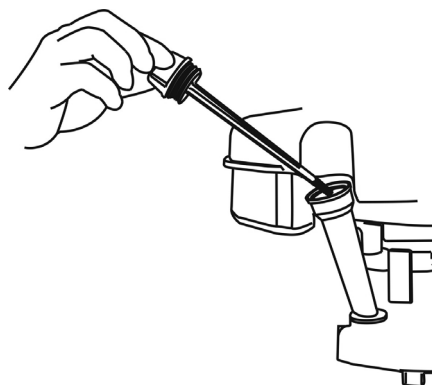

Рис. 7 Крышка-щуп маслозаливной горловины
2. Открутите крышку-щуп 1 маслозаливной горловины и извлеките щуп (Рис. 7).
2. Открутите крышку-щуп 1 маслосаливной горловины и извлеките щуп (Рис. 7).